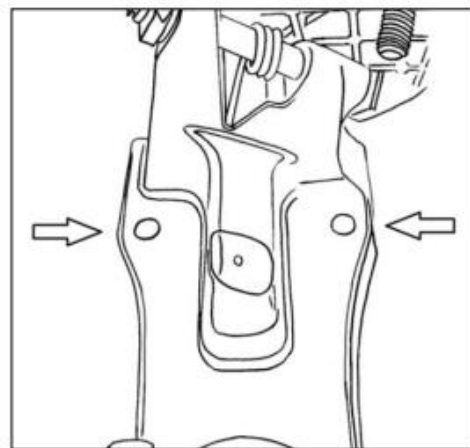

Рис.3 Крепление основания
• Закрепите основание на верстаке, используя монтажные отверстия при помощи болтов (в комплект поставки не входят (рис.3)).